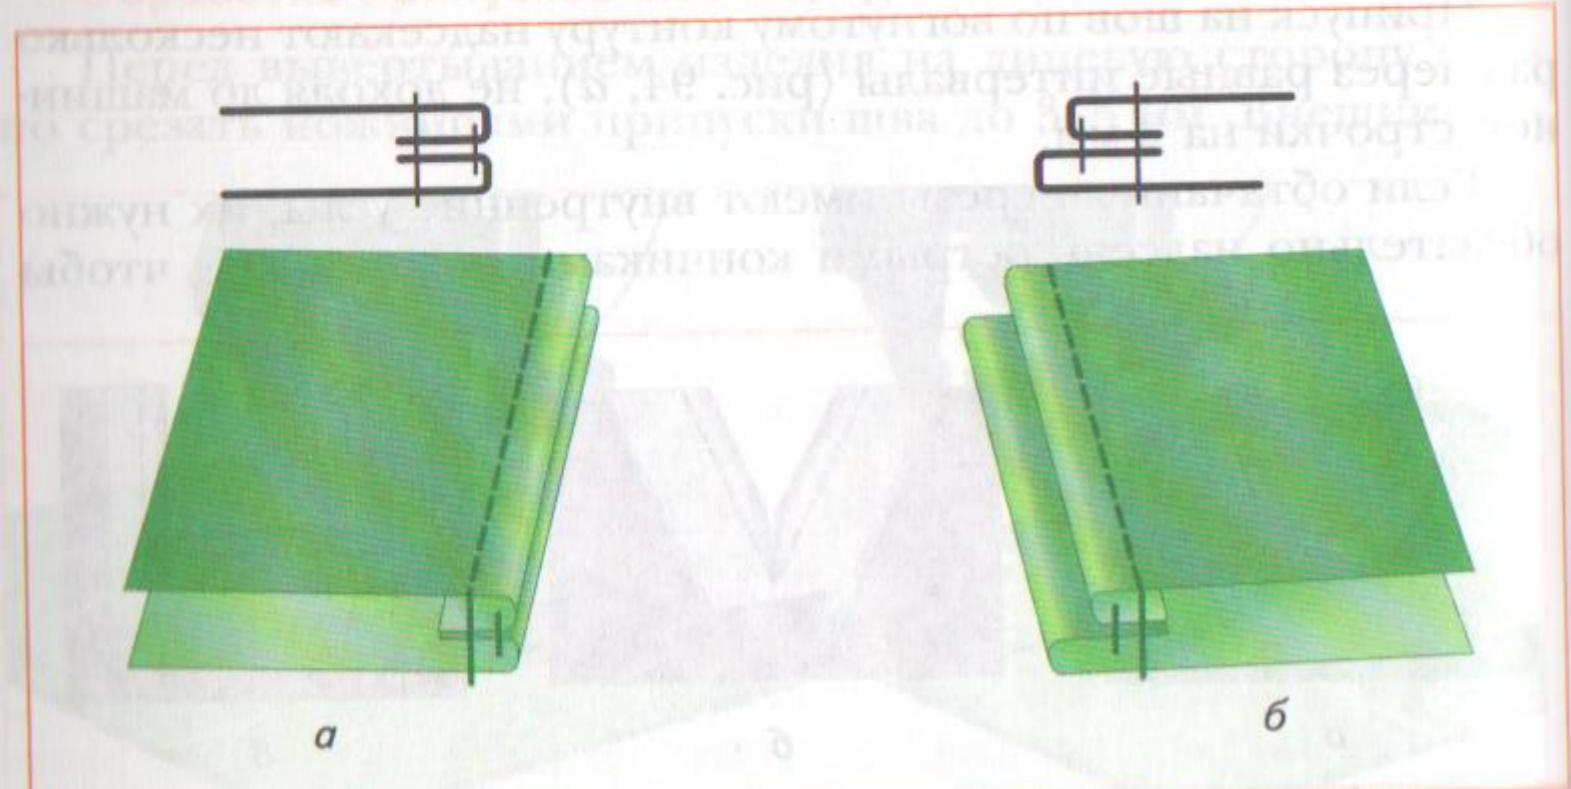

Рис. 95 Условное и графическое изображение обтачного машинного шва:
- с расположением шва на сгибе (рис. 95, а);
- в кант (с образованием канта) — шов вымётывают так, чтобы из одной детали образовался кант шириной 1–3 мм (рис. 95, б).